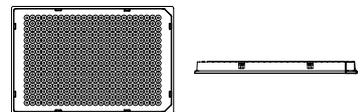

Abbildung 5: Ansicht einer 384 Well Microplatte mit seitlichem Rand und zwei Aussparungen
2. 384 Well Microplatte mit seitlichem Rand (Abb. 5)